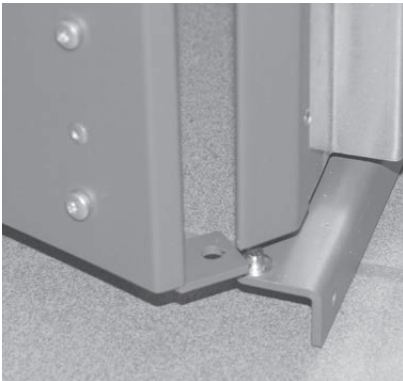
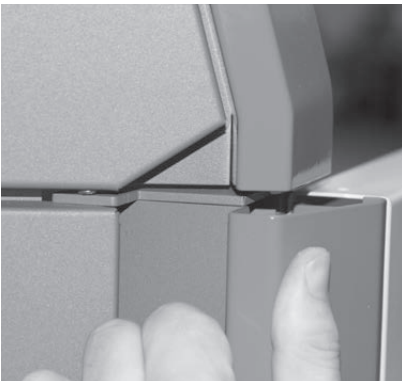
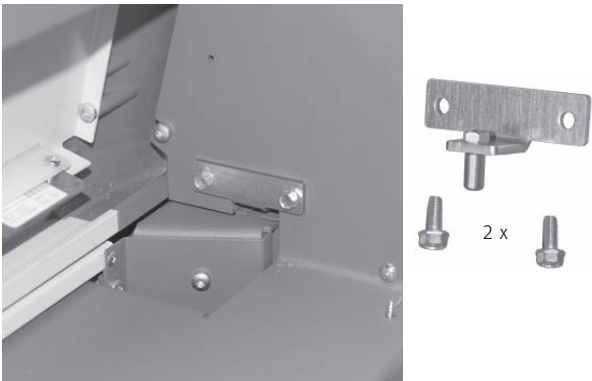

Fig. 65 Agganciare la porta di contenimento al cardine in basso
Fig. 66 Agganciare gli sportelli alla cerniera superiore
Fig. 67 Fissare la cerniera della porta con 2 viti autofilettanti TT
- Agganciare la porta di contenimento in basso in corrispondenza del cardine (Fig. 65) e agganciare gli sportelli al cardine in alto (Fig. 66), quindi fissare il cardine in alto all'interno in corrispondenza del pannello di comando con 2 viti TT (con porta di contenimento agganciata) – Fig. 67.